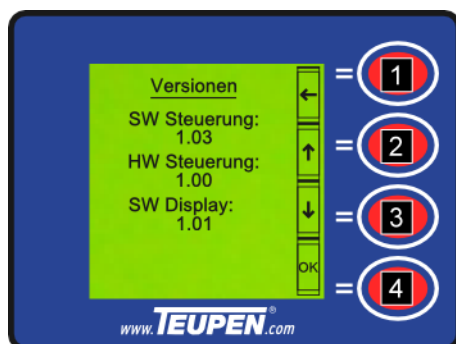

Abb. 67: Versionen
- Mit der [Funktionstaste] (Abb. 67/1) zurück in das Menü „Maschinendaten“ springen.